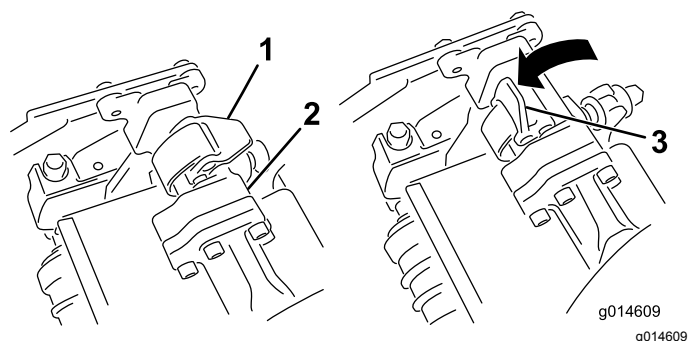
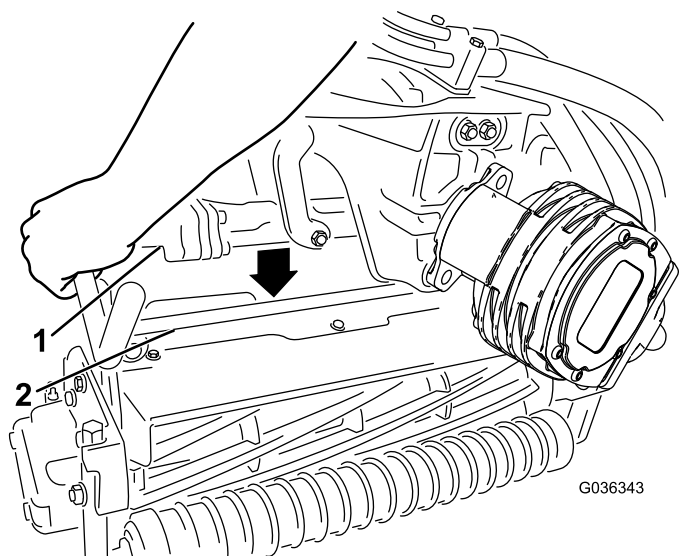

Figure 45
Figure 46
4. Les verrous de la barre de bras de suspension étant orientés en haut (c.-à-d. ouverts) (Figure 45), poussez le bras de suspension vers le bas pour que la barre s'engage sur la barre transversale en haut du plateau de coupe (Figure 46).
5. Fermez les verrous autour de la barre du plateau de coupe et bloquez-les en place (Figure 45).
5. Ouvrez les verrous sur la barre du bras de suspension appartenant au plateau de coupe que vous voulez déposer (Figure 45).